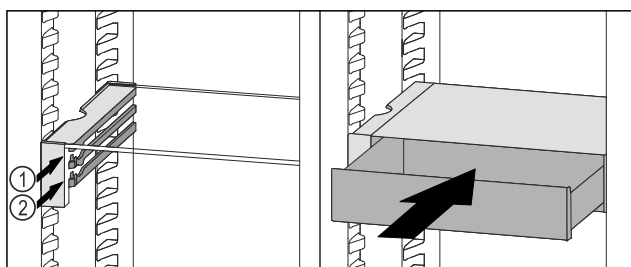

Fig. 130
- ▶ Nasaďte zásuvku VarioSafe za zarážky na požadovaném žeburu Fig. 130 (1) nebo Fig. 130 (2).